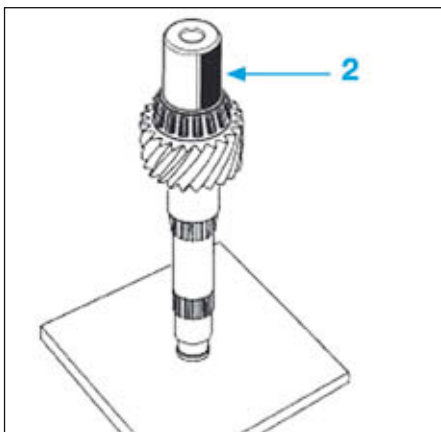

FIG.32
- Reposer le roulement à l'aide d'un mandrin de diamètre approprié (indice "O") (2) approprié faisant du coffret [1] (Fig.32).